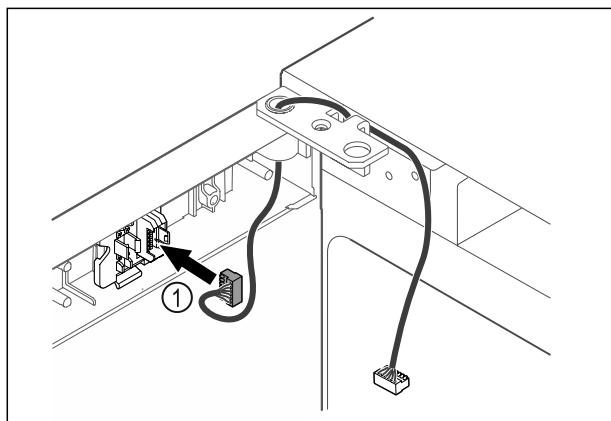

Fig. 48
- ▶ Ievietojiet spraudni Fig. 48 (1) spraudņa turētājā.